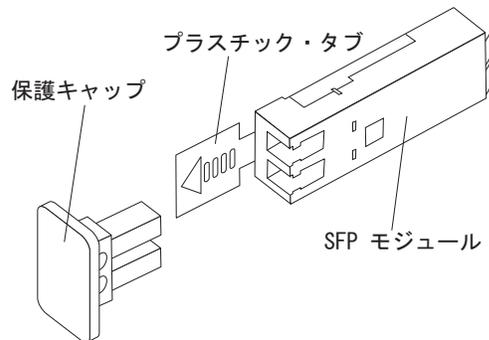

図 26. SFP モジュールおよび保護キャップ
2. 図 26 に示すように、SFP モジュールから保護キャップを取り外します。将来の利用に備えて、保護キャップを保管しておきます。
2. 必要があれば、60 ページの図 26 に示すように、SFP モジュールから保護キャップを取り外します。将来の利用に備えて、保護キャップを保管しておきます。